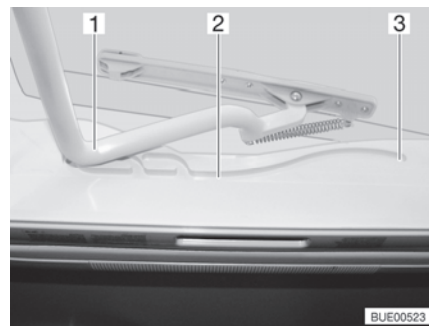

Bild 52 Spår (Heki-taklucka)
- Dra in bygeln (Bild 52,1) i spåren (Bild 52,2) till den bakersta positionen (Bild 52,3).
- Tryck bygeln (Bild 52,1) lätt uppåt med båda händerna.
- Drag bygeln till önskad position i spåret (Bild 52,2).